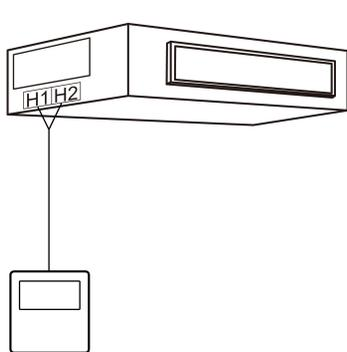

Рис.5.4.1
- 1) На рис.5.4.1 показано монтаж дротового контролера.